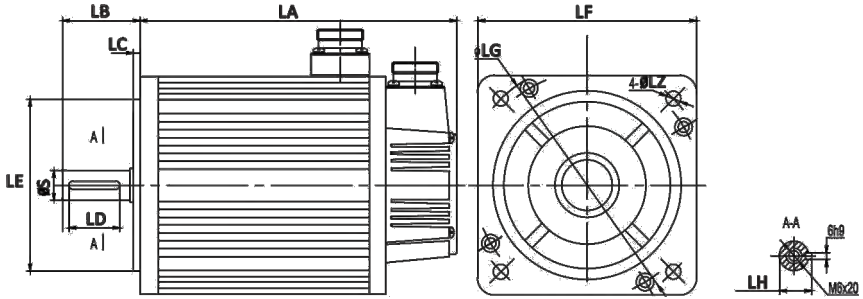

图 3.6 110、130 电机和表 3-3
- 110、130 机座电机的安装尺寸（见图 3.6 和表 3-3）